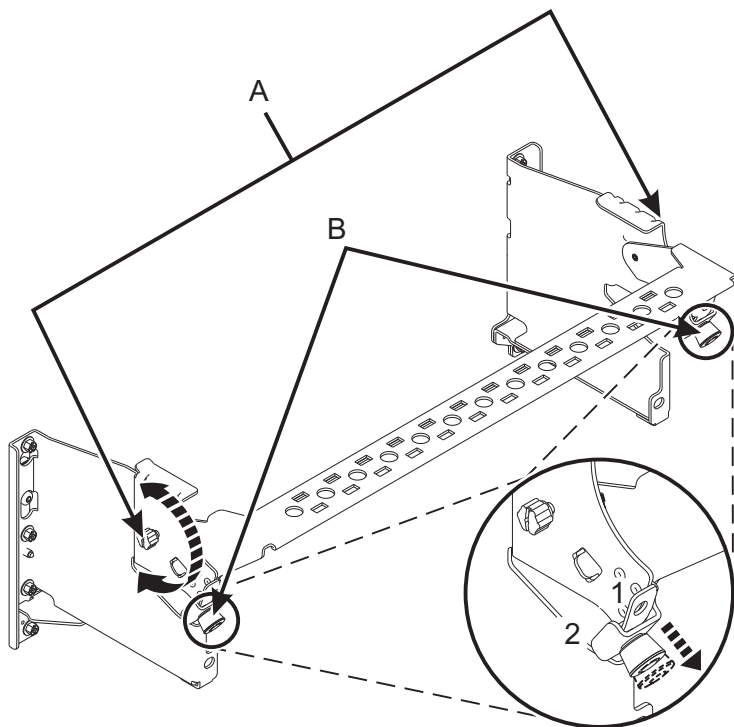

Figura 12. Col·locació de la peça de subjecció portacables en posició operativa
6. Poseu la peça de subjecció portacables en posició operativa. Consulteu la Figura 12 a la pàgina 12.